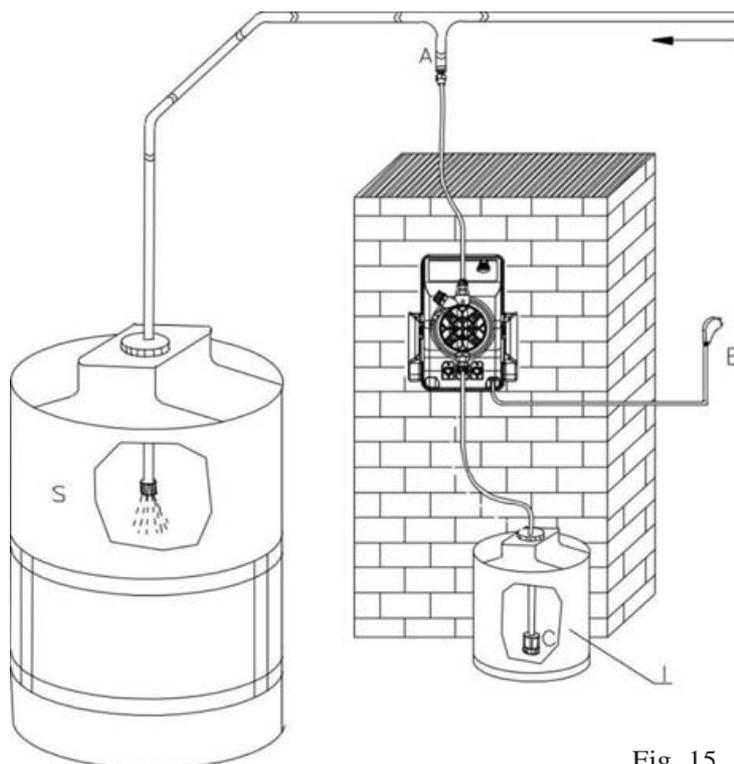

Fig. 15
7.2 - SCHEMA DI IMPIANTO TIPICO (Fig. 15)